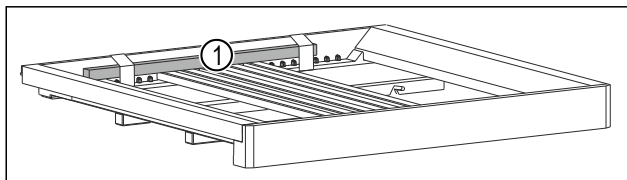

Fig. 52 *
- ▶ Снимите деревянную рейку Fig. 52 (1)*.